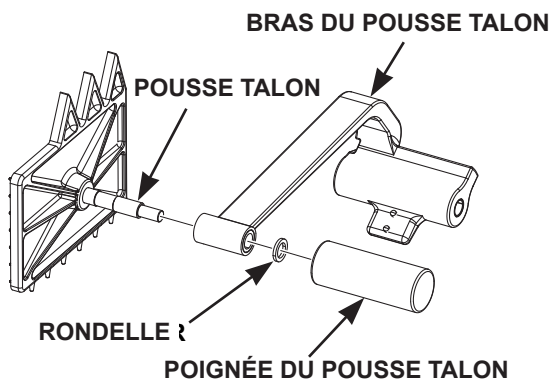

Fig. 23
- Montez le pousse talon (Fig. 23) en plaçant la rondelle, le bras et la poignée du pousse talon sur la tige du pousse talon.